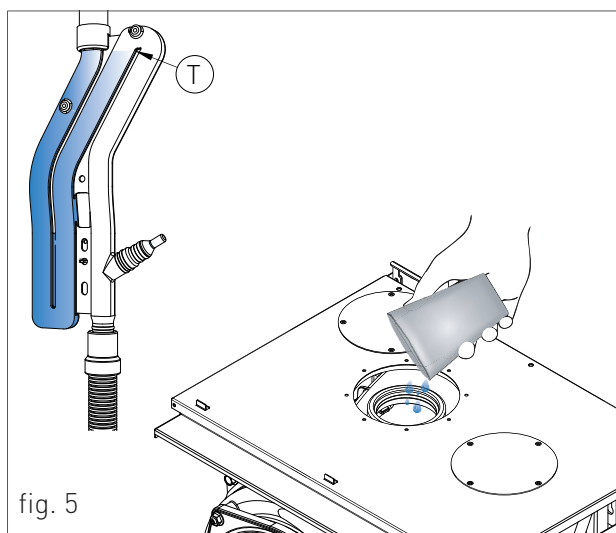

fig. 5
Umpleți sifonul de colectare a condensului după cum urmează (a se vedea fig. 5):
- › Cu un pahar turnați apa în ieșirea conductei de evacuare a fumului schimbătorului de căldură (vezi fig. 5), pentru a umple capcana condensului până la cel mai înalt punct, „T”(fig. 5);